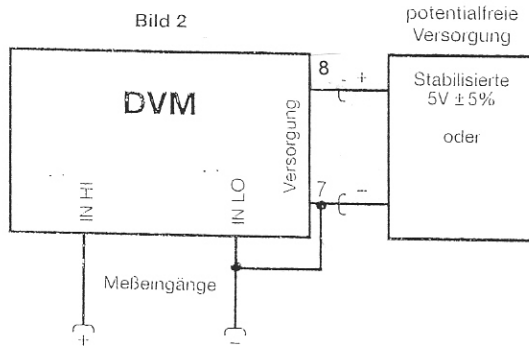

Bild 2
- Eingänge von Geräten mit potentialfreier Versorgung können beliebig für Messungen benutzt werden (Bild 2.).
- Bei potentialfreier Versorgung wird Signaleingang Minus direkt mit Minus der Versorgungsspannung am Stecker verbunden (Bild 2.).